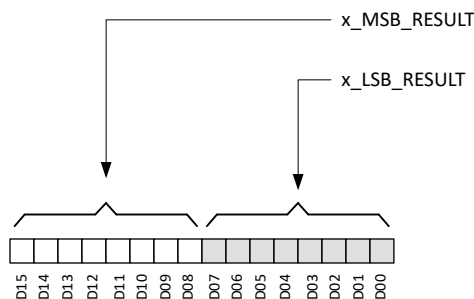

图 7-15. 磁传感器数据定义
X、Y 和 Z 磁传感器数据存储在 x_MSB_RESULT 和 x_LSB_RESULT 寄存器中。图 7-15 显示了每个传感器输出以 16 位二进制补码格式存储在两个 8 位寄存器中。数据可以结合 MSB 和 LSB 寄存器以 16 位格式检索，也可以通过 MSB 寄存器以 8 位格式检索。
- D_i 是图 7-15 中所示的数据位。